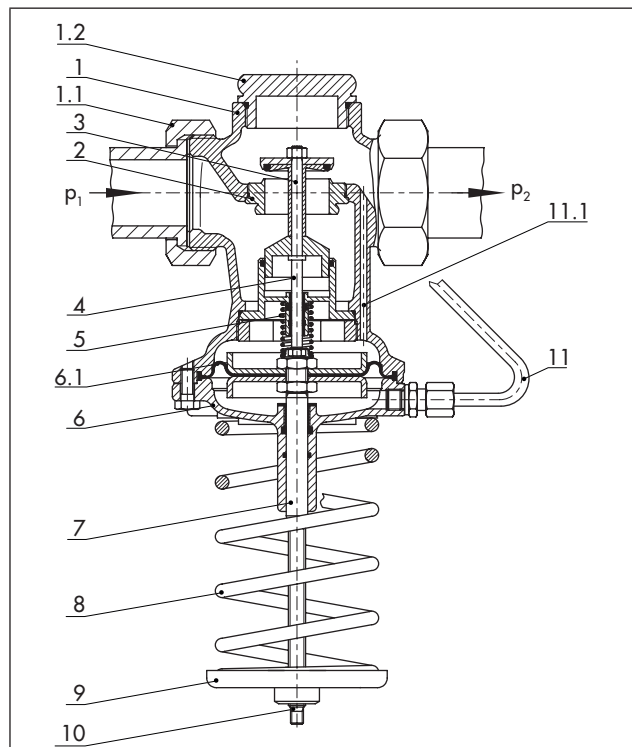
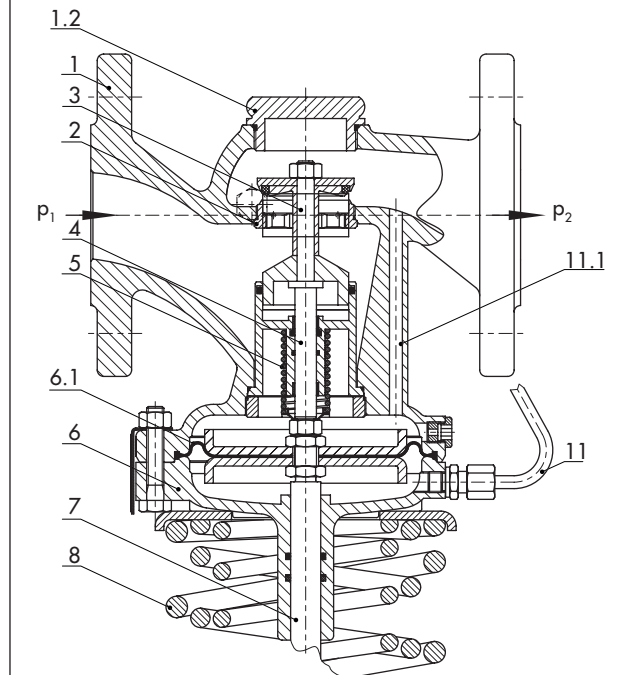

Bild 3: Typ 45-6, DN 15 bis 50 · mit Verschraubungen und Anschweißenden
Bild 4: Typ 45-6, DN 32 bis 50 · mit Flanschventil
## Legende zu Bild 3 und Bild 4
**Hinweis zu Bild 3 und Bild 4:** Antriebsgehäuse und Steuerleitung sind in die Ansichtsebene gedreht. Die Leitung verläuft vor dem Gehäuse.